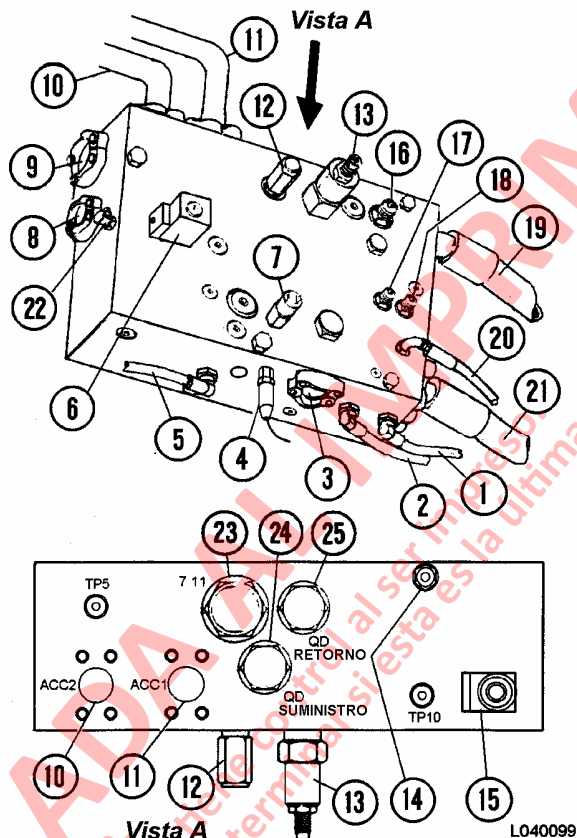
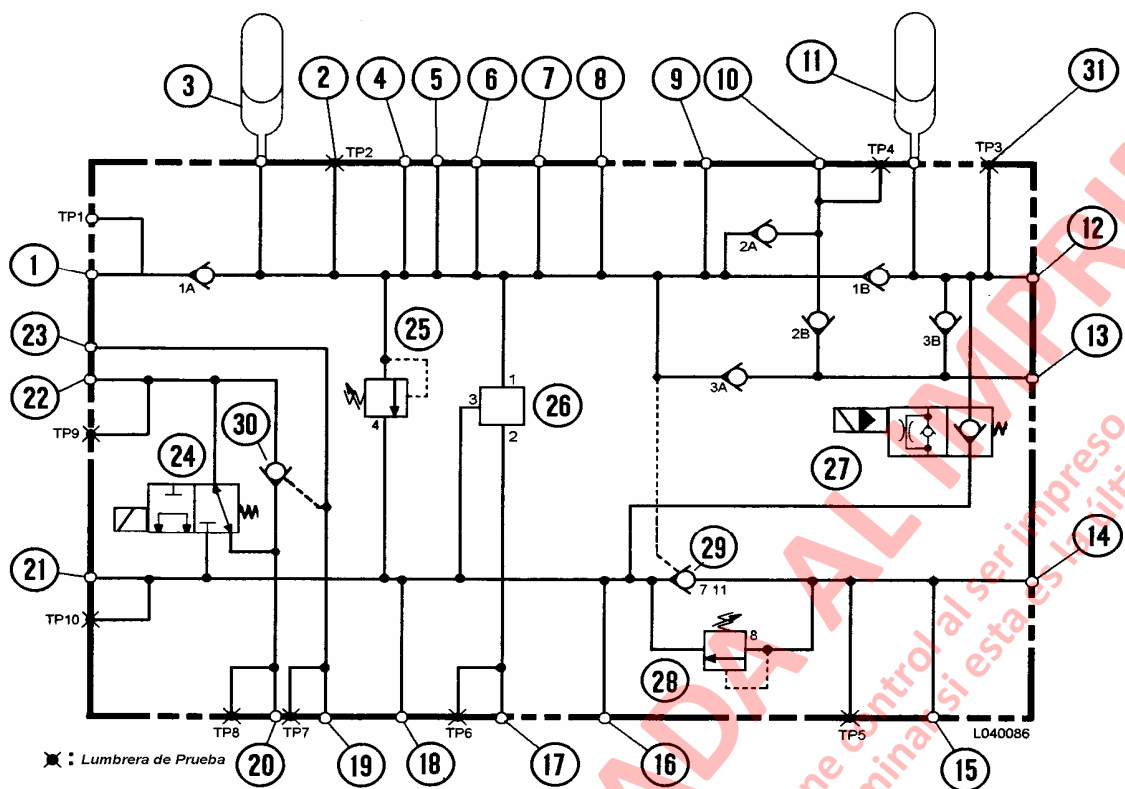

FIGURA 4-3. MÚLTIPLE DE PURGA
FIGURA 4-5. ESQUEMA DEL MULTIPLE DE PURGA
El múltiple de purga (5, Figura 4-1) está ubicado en la parte exterior del riel izquierdo del chasis, justo detrás de los acumuladores. El múltiple de purga está equipado con los siguientes componentes principales del circuito como se muestra en la Figura 4-3:
Cada vez que el interruptor de partida se pone en OFF, con el camión detenido, se energiza el solenoide de purga del acumulador de la dirección (6, Figura 4-3 y 27, Figura 4-5). Cuando se energiza el solenoide, toda la presión de la dirección hidráulica, incluidos los acumuladores, es purgada de vuelta hacia el estanque hidráulico. Sin embargo, la presión de freno no purgará debido a las válvulas de retención internas en el múltiple de frenos y el múltiple de purga (ver Figura 4-5).
Después de aproximadamente 90 segundos, el solenoide se desenergizará para cerrar la lumbrera de retorno al estanque. Para entonces, todo el aceite en los acumuladores se debe haber devuelto al estanque. En el arranque, el circuito de la dirección y el circuito de frenos se cargaran. La luz y zumbador de baja presión de la dirección se activarán hasta que la presión de la dirección alcance 15.900 kPa (2300 psi). Esto es controlado por el interruptor de baja presión de la dirección (7, Figura 4-3).
La válvula de retención operada por piloto (30, Figura 4-5) se abre por medio de la línea de presión piloto de descenso (19) para permitir que el aceite en la lumbrera de elevación se derive al solenoide de límite de elevación (24) para la operación inicial de descenso mientras que el solenoide es activado por el interruptor de límite de elevación.
El suministro externo se conecta a la lumbrera (24, Figura 4-3) y el retorno se conecta a la lumbrera (25). Esta función sólo se debe usar en caso de emergencia para permitir que el camión vuelva al taller para servicio o para sacar el camión del camino.